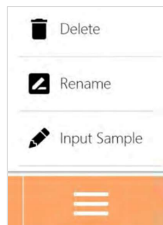
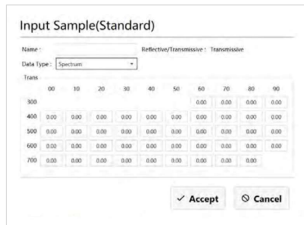
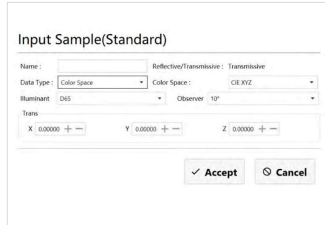

Рис.20 Подменю
Рис.21 Добавление данных (значения спектра)
Рис.22 Добавление данных (значения цветowych координат)
- Подменю дополнительных операций. Нажмите «» (рис.20), чтобы открыть подменю с дополнительными функциями: переименовать или удалить текущую запись об измерении, выгрузить запись с данными об измерении или добавить ее, в том числе через добавление значений спектра по длинам волн (рис.21) или значений цветовых координат (рис.22).